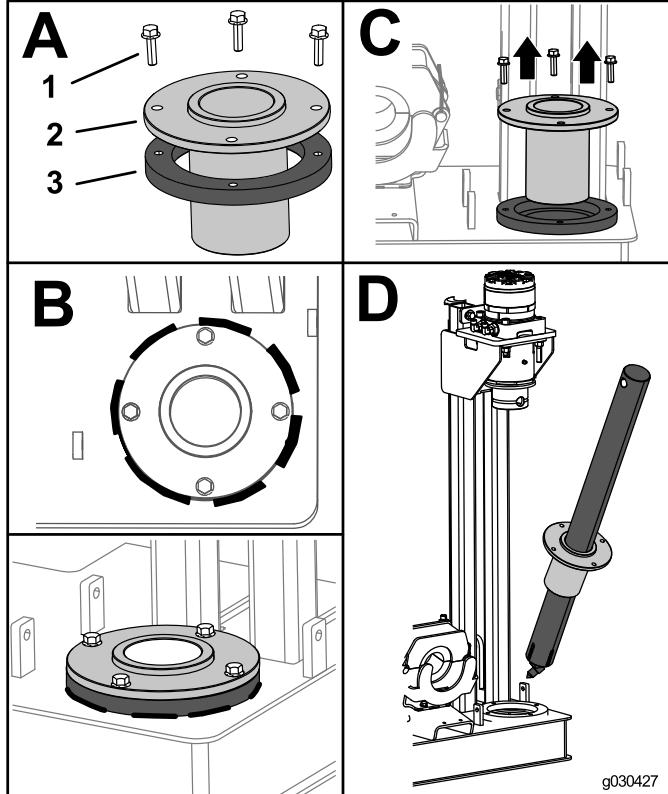

Figura 4
1. Fixe o guia da estaca ao anel-guia utilizando os 8 parafusos (M8) (Caixa A da Figura 4).
4. Solde o anel-guia à máquina executando 7 filetes de solda de 5 cm x 0,64 cm uniformemente espaçados, conforme mostrado na Caixa B da Figura 4.
5. Remova os parafusos e o guia da estaca (Caixa C da Figura 4).
7. Posicione o guia da estaca na estaca e introduza-a no anel-guia soldado à máquina (Caixa D da Figura 4).
9. Fixe o guia da estaca ao anel-guia soldado, utilizando os 8 parafusos (M8-1 1/4 x 20 mm) (Figura 4).